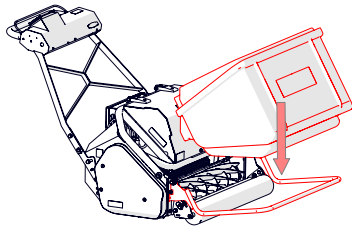

Fig. 2B - Installation du sac de ramassage
2. **Fixez le sac de ramassage** : abaissez le support du sac de ramassage vers l'avant de la machine. Placez le sac de ramassage sur ce support (Fig. 2B) en retirant tout emballage en plastique qui pourrait être resté.